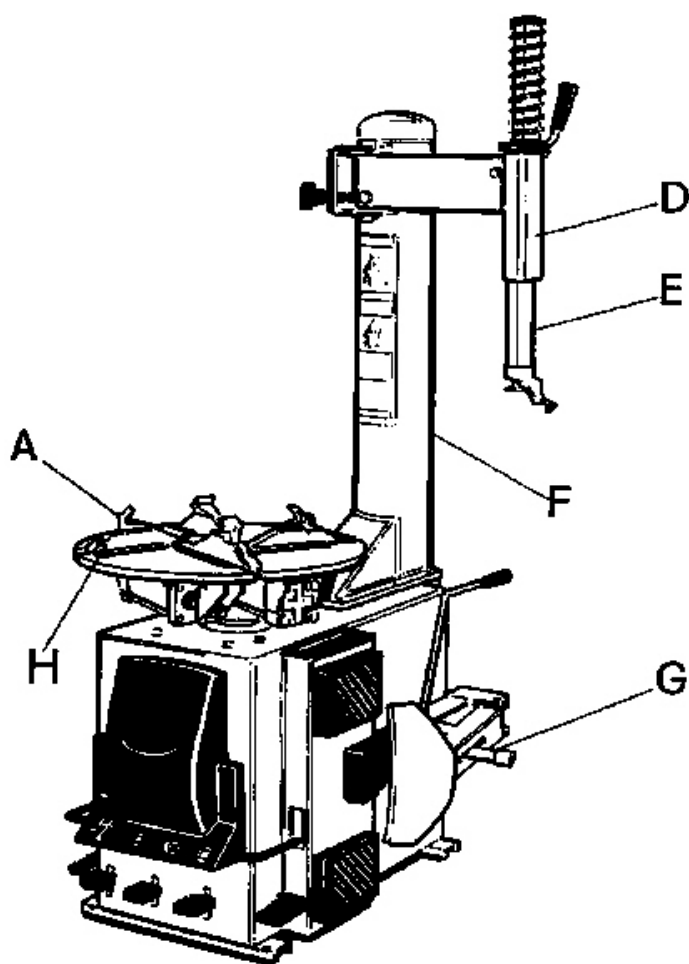

рис.39
рис.39а
**COLIBRI BL512, модификация ITAS,** (рис.39) - это шиномонтажный станок, в состав которого входит специальное оборудование модификаций IT и AS, т. е:
**Автоматическое устройство (IT)** для накачивания бескамерных шин, приводимое в действие с помощью соответствующей педали накачивания.
**Фиксированная стойка (А),** имеет прочную структуру, которая позволяет работать с колесами значительного диаметра (макс. диам. 1120мм) и ширины (макс. ширина 16") (рис.39-F)
**Механизм (S) с тремя позициями,** позволяющий менять ширину открытия лопатки разбортовки (рис.39-G).
Особенность COLIBRI BL512 ITAS состоит в особом расположении **Баллона с воздухом**. В отличие от модификации IT баллон с воздухом этой модели расположен внутри фиксированной стойки (см. рис.39-F), что экономит место.
Для подсоединения баллона с воздухом вставить резиновый шланг в соединительную муфту резервуара и затянуть металлический хомут как представлено на рис.39а.